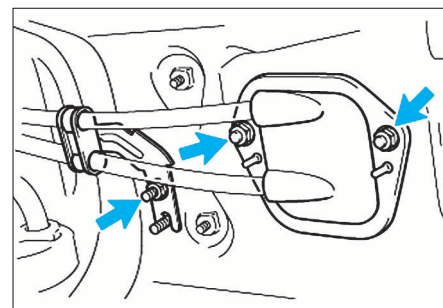

FIG. 25
- Déposer les 3 écrous et extraire le câble de commande de boîte de vitesses par l'ouverture du plancher (fig. 25).